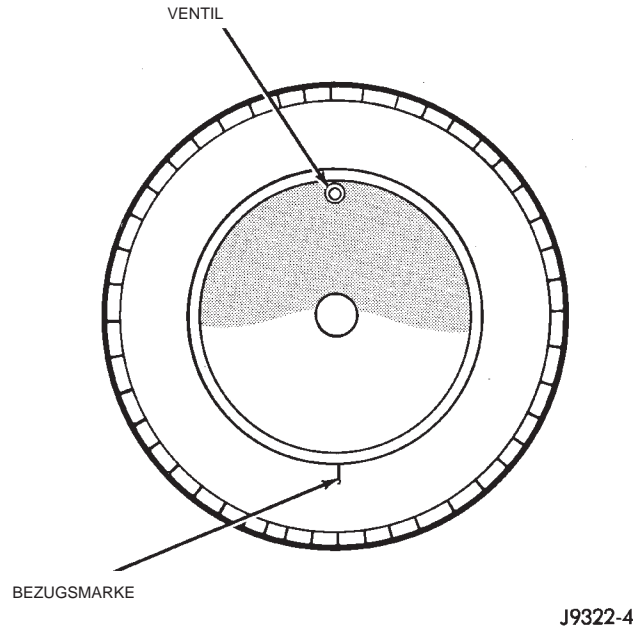

Abb. 9 Montieren des Reifens um 180 Grad versetzt
(2) Den Reifen abnehmen und um 180 Grad versetzt wieder auf die Felge aufziehen (Abb. 9).
(3) Den Höhengschlag erneut messen. Die Erhebung am Reifen markieren.
(4) Ist der Höhengschlag noch immer zu groß, folgendermaßen vorgehen: